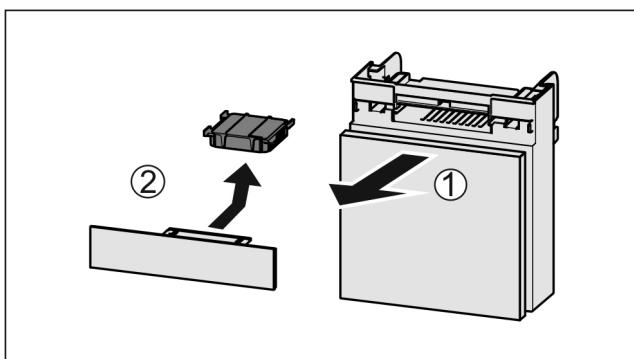

Fig. 69
- Predal izvlecite Fig. 69 (1) naprej.
- Odstranite Fig. 69 (2) aktivni ogleni filter.